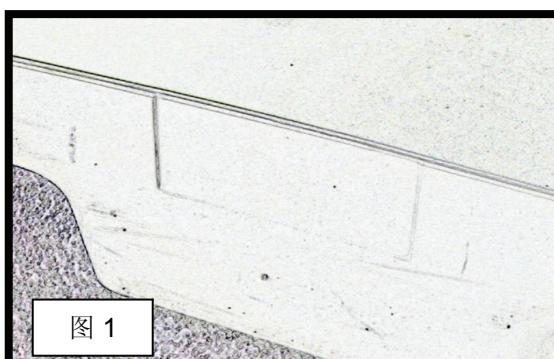

图 1
- 1) 在液体收集槽外表面找到钻孔点。位置在部件一块矩形凹陷区域下方（见图 1）。
1) 找到液体收集槽外表面~~上~~面上的矩形凹陷区（见图 1）。这是 Justrite 制造公司建议安放连接卡子的位置。
下にあります (図1参照)。
- 1) アキュムレーションセンターの**外面**にある長方形のくぼみを見つけます（図1参照）。Justrite Manufacturingでは、この位置に連結クリップを取り付けることをお勧めします。